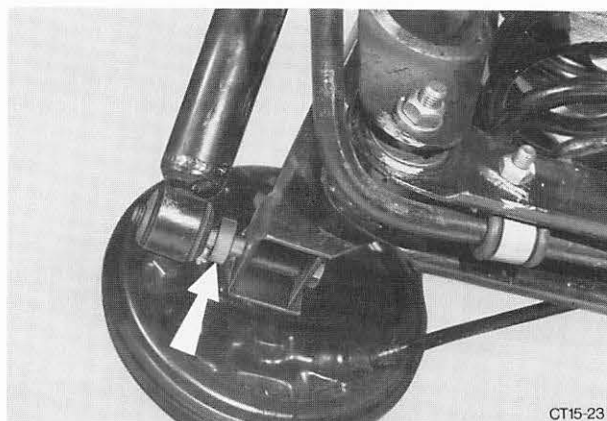

Abb. 31 Stoßdämpfer an Hinterachse montieren. Distanzscheibe (Pfeil) einsetzen.
8. Stoßdämpfer an Hinterachse montieren, dabei Schraube von vorn nach hinten einführen. Distanzscheibe zwischen Haltebock und Dämpfer einsetzen. Abb. 31.